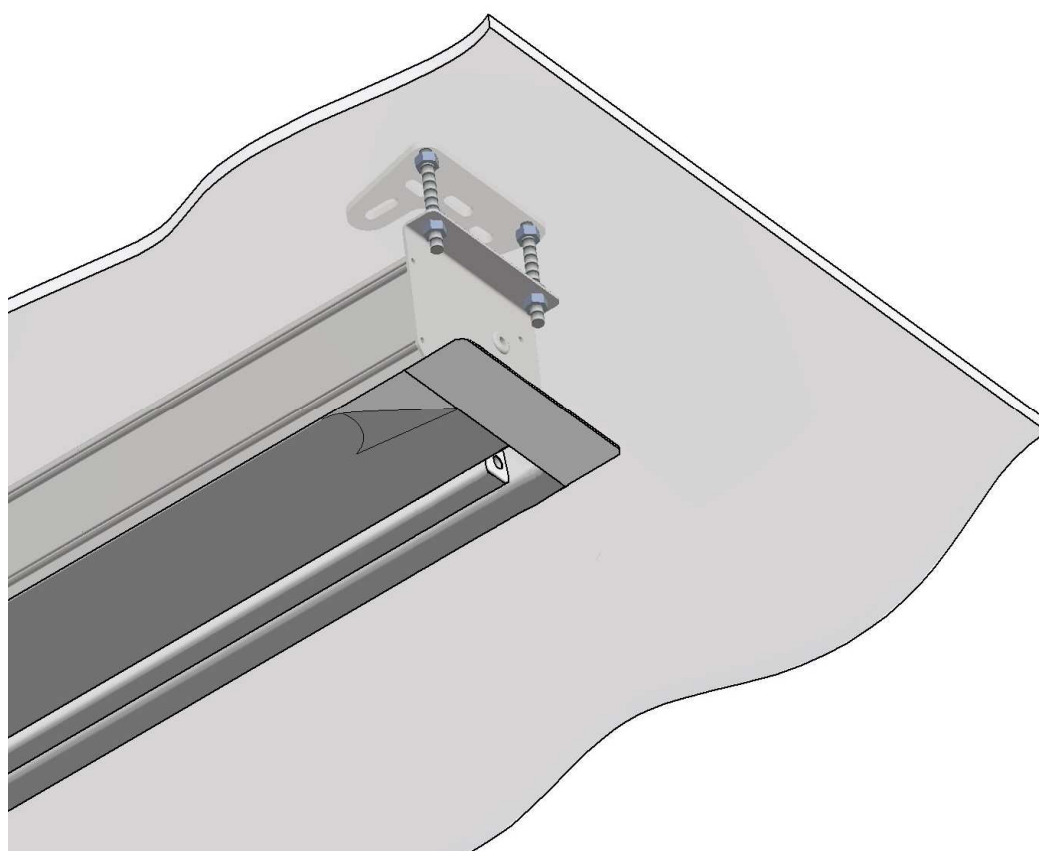

Rys.11
12. Po ostatecznym sprawdzeniu całości instalacji załóż maskownice boczne na neodymowe magnesy przyklejone do maskownic (**Rys. 11**). W ekranach z naciągiem bocznym rozwiń całkowicie powierzchnię. Jeżeli jest taka konieczność, korzystając z klucza ampułowego wyreguluj siłę naciągu śrubami po obu stronach dolnej belki.